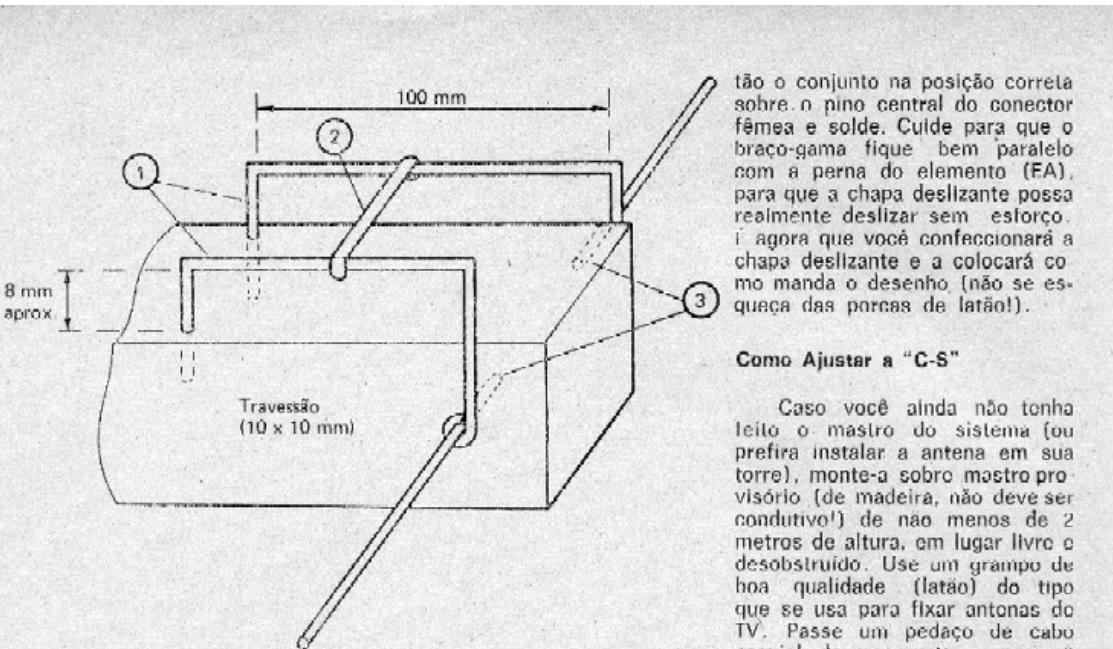

FIG. 3 — O "stub" do elemento refletor.
O elemento refletor (R) é o único aberto (quadro não fechado), já que as extremidades de um dos seus lados são inseridas no respectivo travessão (ver Fig. 3). Para que você tenha sobra de fio para enfiar na madeira, faça a respectiva perna "aberta" de 10 a 11 mm maior, feche o quadro (como no caso